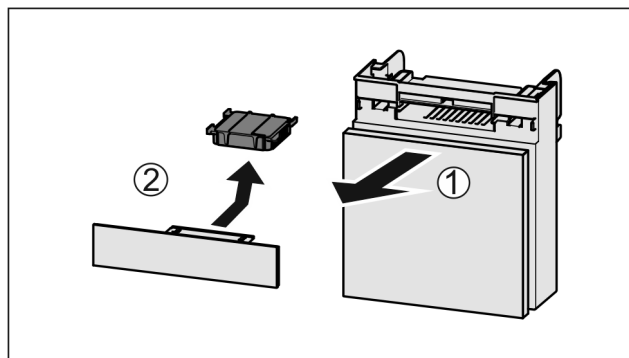

Fig. 119
- Вытянуть Fig. 119 (1) отделение движением вперед.
- Извлечение Fig. 119 (2) фильтра с активированным углем.